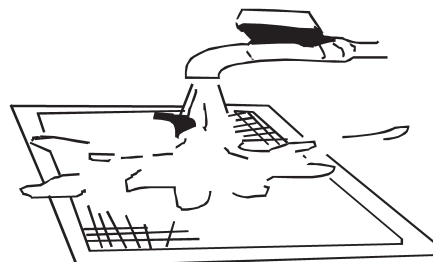

Fig. 2
- Si utiliza agua, el lateral de la entrada de aire debe estar hacia abajo. (Ver Fig. 2)